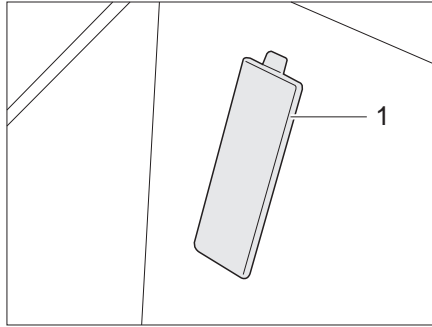

Bild 299 Abdeckung Fahrgestellnummer
- ▷ Die Fahrgestellnummer befindet sich bei Fahrzeugen auf Fiat-Basis hinter einer Abdeckung (Bild 299,1) im Einstieg auf der Beifahrerseite.